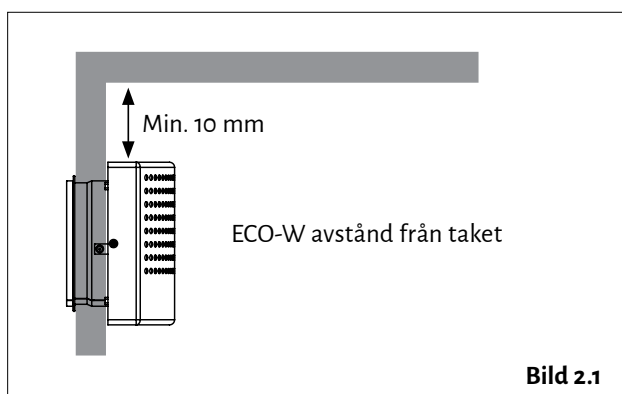

Bild 2.1
1. Borra hål i väggen för kablar och fästsruvar (4) med hjälp av schablonen som medföljer (schablon, se Bilaga 1).
2. Anordningens minimiavstånd från taket 10 millimeter (se bild 2.1). Anordningen ska monteras på minst 1,8 meters höjd. Barn får inte ha tillgång till anordningen.
3. Lösgör framplåten (2) från stommen. Lösgör de två fästsruvarna (3) och dra loss framplåten från stommen (1).
4. För in bottendelens kanalanslutning i tilluftskanalen och fäst stommen med skruvar (4) i väggen (2 st. Ø högst 5 mm).